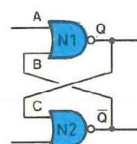

Fig. 3
L'association de deux portes NOR raccordées comme à la figure 3 s'appelle bascule bistable R-S (reset-set). Cette fonction logique fort utile
Dans ce cas, la sortie de N1 tombe à zéro pendant la durée de l'impulsion et les deux entrées de N2 sont portées simultanément à zéro. Ce processus entraîne le passage à 1 de la sortie de N2. Du fait du rebouclage en croix du circuit, la porte N1 reste verrouillée dans son état 0 tant qu'une impulsion n'est pas appliquée sur l'entrée "mise à 1" du circuit (A). Le circuit représenté à la figure 3 peut donc être verrouillé en l'état 0 ou en l'état 1 en appliquant une impulsion brève de commande sur les entrées "mise à 0" (D) ou "mise à 1" (A) selon que l'on veuille mémoriser un niveau 0 ou un niveau 1. Ce circuit présente aussi l'avantage d'offrir une très grande immunité aux bruits.